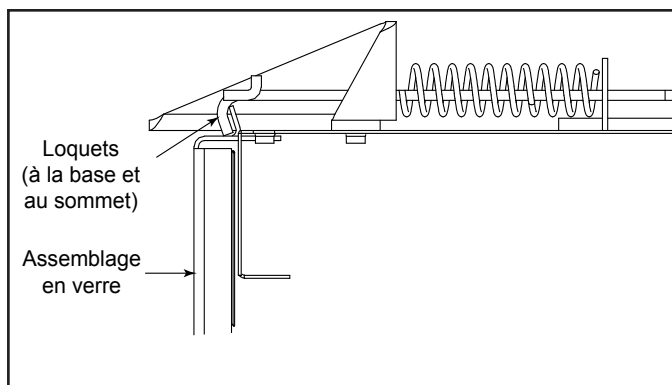

Figure 11.2 Panneau de verre fixe
- Remplacez les loquets de verre. Voir la Figure 11.2.